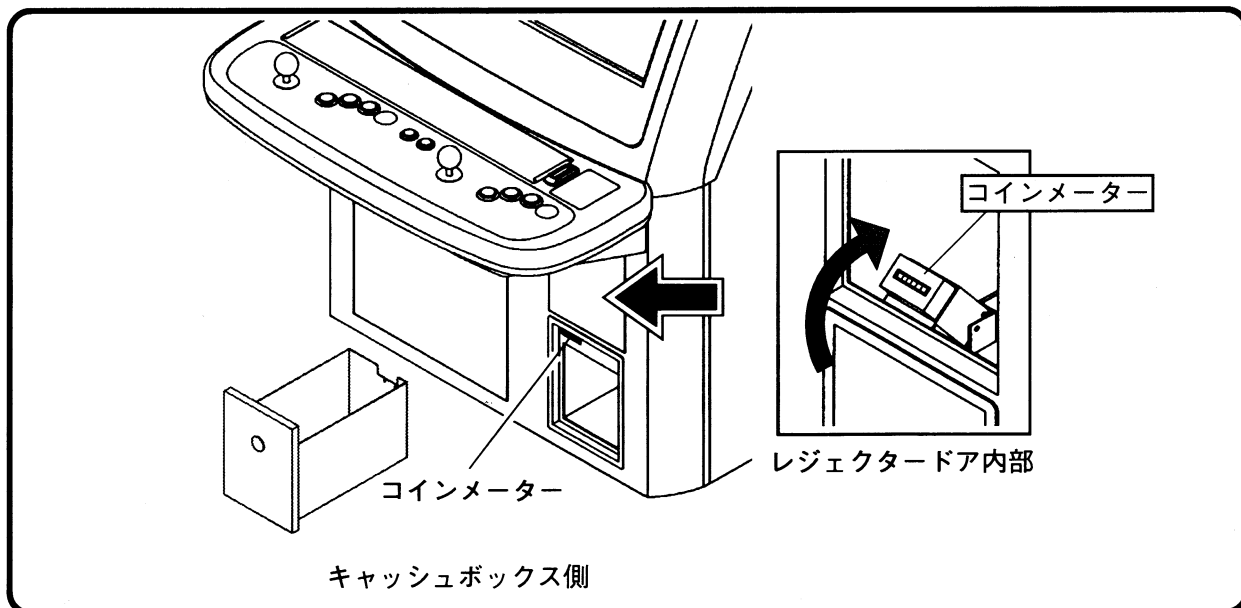

図1：コインメーター位置
- キャッシュボックスを付属のキャッシュキーで開けると、次ページ図1に示すようにコインメーターがあります。